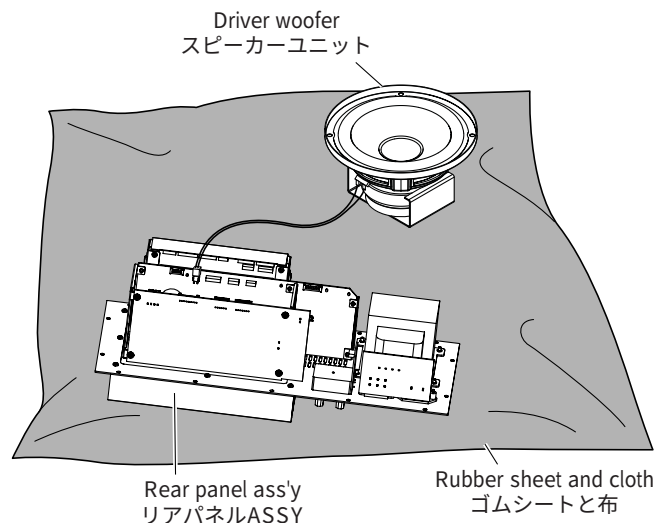

Fig. 8
- Spread the rubber sheet and cloth for insulation purpose and place the rear panel ass'y on them. (Fig. 8)
- ゴムシートと布を敷き、その上にリアパネルASSYを置いてチェックします。 (Fig. 8)